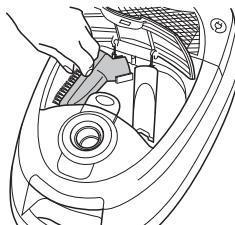

Abb. 5
- Als **Zubehör** sind die Kombibürste und die Fugendüse im Lieferumfang enthalten. Sie können bei Nichtgebrauch im Zubehörfach verstaut werden (Abb. 5).